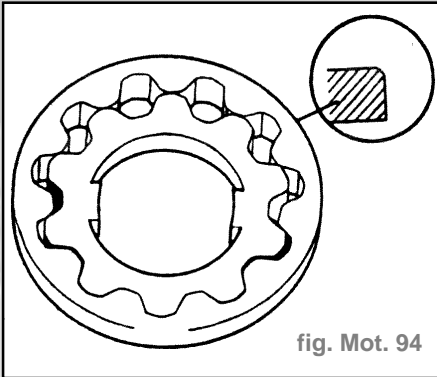

fig. Mot. 94
- Le biseau sur le rotor extérieur tourné vers le boîtier (fig. Mot. 94).